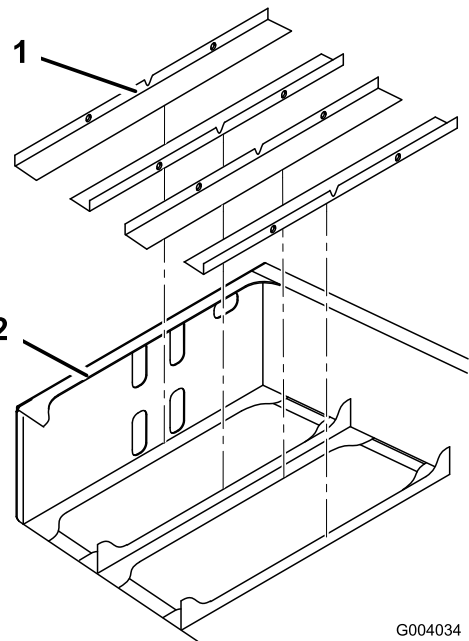

Figure 4
- Placez les cales du support de batteries dans le cadre arrière (Figure 4).